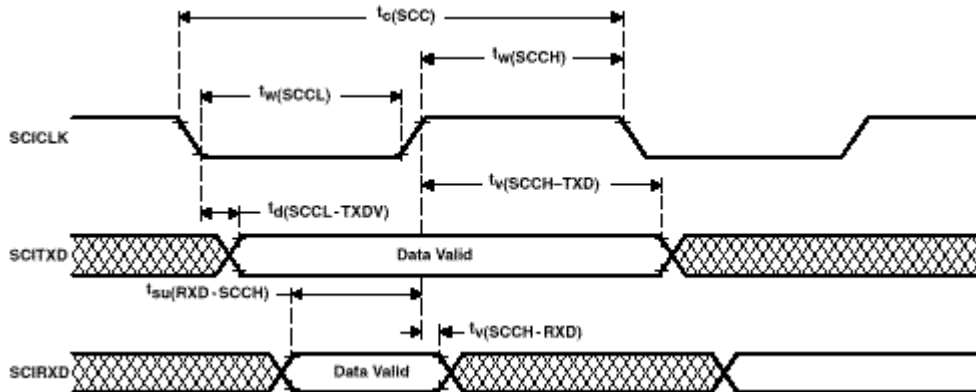

图25 内部时钟SCI时序图
3.8.1 内部时钟SCI的时序特性和要求 (见注释2和图25)
内部时钟SCI的时序关系如图25所示。